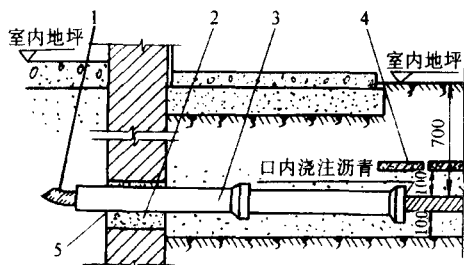

图 1-1
(1) 安装前的准备 目前, 各企业已广泛使用的电缆供电方式, 既不占据空间, 又不影响厂区的美观。敷设电缆的方式有直埋式、沟内敷设、穿管敷设和在隧道内敷设多种。直埋式是目前最常用的较经济的敷设方式, 其进入建筑物处的埋设方式之一如图 1-1 所示。由于电缆埋设在地下, 这将涉及到地下隐蔽工程等问题, 因此在敷设电缆前要做好下列准备工作。
将电缆穿入穿墙缸瓦管和缸瓦管之间相接处的橡胶圈，量好按伸进的电缆尺寸调整电缆，将多余部分伸出室外置于圆弧形沟内，然后将穿有电缆的缸瓦管倾斜抬起，在内侧的缸瓦管喇叭口管内的电缆周围塞上麻、玻璃纤维等类物品，至离管口约 100mm 即可。然后在管口浇注热沥青，待沥青冷凝后，放平缸瓦管，与另一节缸瓦管合起来放入墙孔中，如图 1-1 所示。使缸瓦管在建筑物墙内伸出约 100mm，将两节缸瓦管中的橡胶圈装入外侧缸瓦管的喇叭口中，将内侧缸瓦管套进橡胶圈内，管口对准、靠紧，用纯水泥在两节缸瓦管连接处浇注，使其密封良好。同时，用防水砂浆将穿保护管的孔口填满。